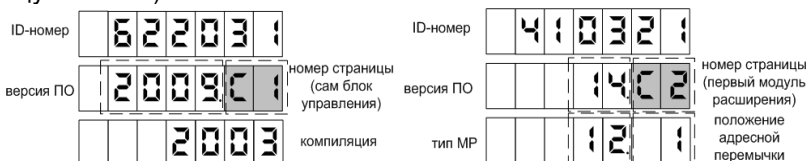

Рисунок 16
7.1 Для приведения устройства в рабочее состояние достаточно подать на него электропитание. После включения на табло отображается информация о версии ПО устройства (рисунок 16). Спустя 10 секунд показания на табло последовательно меняются на информацию о модулях расширения (при наличии). Переключение между страницами экранов осуществляется снятием любого раздаточного крана. После этого отображается информация о последнем наливе (стоимость, объем, цена за единицу топлива).